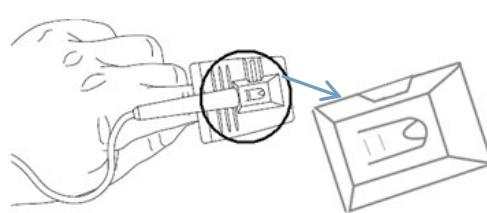
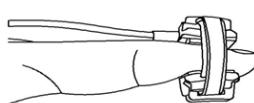

Figura 2 Sonda in gomma da dito
Figura 4(A/B) Sonda a Y da dito/pianta del piede
- Per la sonda SpO₂ in gomma da dito per adulti, inserire un dito (è preferibile il dito indice, ma il medio o l'anulare con una lunghezza adeguata dell'unghia vanno bene) nella sonda secondo il simbolo posto sul cappuccio della sonda, come mostrato nella figura 2. Si prega di notare che il dito deve essere inserito abbastanza in profondità da far sì che la luce emessa dalla sonda ottica (da un lato della sonda a Y) si trasmetta attraverso l'osso del dito per la diffusione della luce prima di raggiungere la parte ricevente della sonda a Y.
8. La sonda SpO₂ Universale a Y con fascia in gomma può essere avvolta attorno un dito o alla pianta del piede (specialmente in caso di neonati). Questa sonda viene mostrata nella figura 2 nel suo stato aperto, la fascia in gomma può essere rimossa dalla sonda a Y per la pulizia, il sistema di fissaggio della fascia può essere regolato per allineare la sonda e garantire una corretta aderenza. Posizionare la sonda a Y nella sua sede all'interno della fascia aperta prima di avvolgerla intorno al dito o alla pianta del piede. Quando viene utilizzata su un dito, inserire il dito all'interno della fascia in modo che si trovi tra i due lati della sonda a Y, quindi avvolgere la fascia attorno alla sonda come mostrato in Figura 4(A). Quando viene utilizzata sulla pianta del piede, posizionare la pianta del piede all'interno della fascia, quindi avvolgerla attorno al piede e stringerla con la forza adeguata come mostrato in Figura 4(B); si raccomanda vivamente di utilizzare garza autoadesiva per assicurare il cavo della sonda in prossimità del sito di misurazione, in modo da evitare movimenti tra la sonda e l'area misurata e garantire una maggior qualità del segnale.